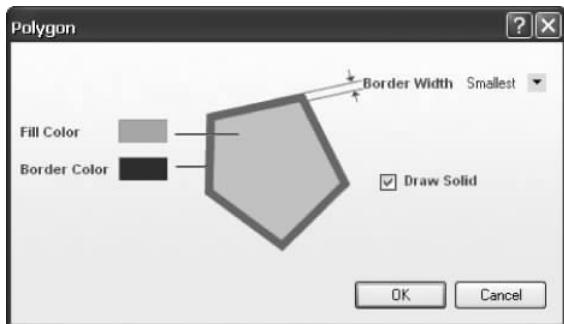

图 3-14 多边形属性对话框
(3) 选取多边形绘制按钮  ,在右下角绘制一个小三角形。双击该三角形区域,打开如图 3-14 所示的“多边形属性”对话框。单击 Fill Color,选择与边框相同的蓝色。